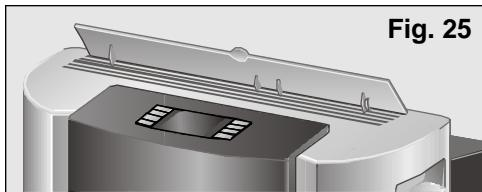

Fig. 25
- Levez l'orienteur d'air situé dans la partie supérieure Fig. 25, et si vous le désirez, ouvrez les ailettes latérales voir **A** et **L**, Fig. 1 (voir rubrique « Ailettes Latérales ») pour une meilleure distribution de l'air dans la pièce. Il est conseillé que ces sorties d'air soient complètement ouvertes ou fermées afin d'éviter des bruits gênants.